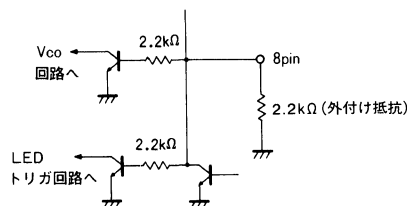

Fig.29
c) 8pinを V_{CC} へ接続する際には，10～50kΩ程度の抵抗を通して行ってください。Fig.29のような回路構成にな